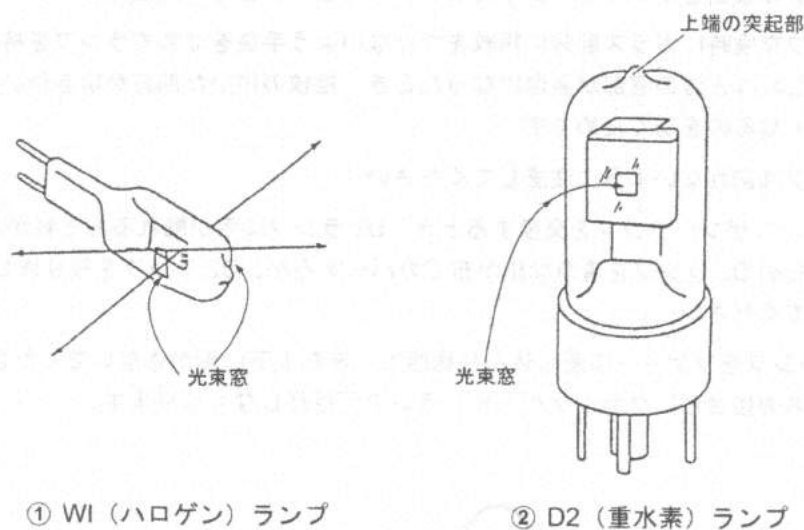

図 3.8 光源ランプ外観図
- 光源フタの取り外し、取り付けの際は、D2（重水素）ランプの上端の突起物（図 3.8）にフタの裏側をぶつけないよう注意してください。管球の真空漏れの原因になります。